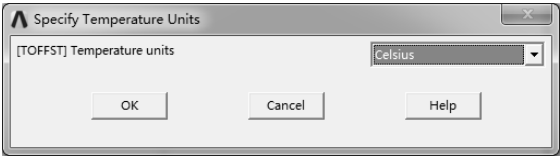

图 8-112 选择温度单位
1) 选择 “Main Menu>Preprocessor>Materials Props>Temperature Units” 命令，弹出 “Specify Temperature Units” 对话框，选择 “Celsius” 单位，如图 8-112 所示。